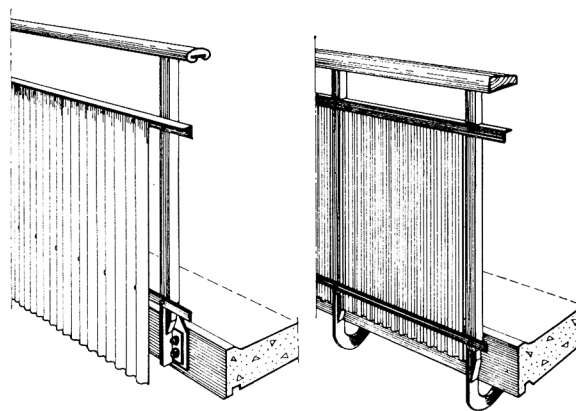

Fig. 252.
- 252 Som feste profiler for kledningen kan det brukes skinner, vinkler eller kanaler. Feste av disse er avhengig av om kledningen skal dekke hele rekkverkskjelettet eller om dette skal danne en omramming e.l., se fig. 252.